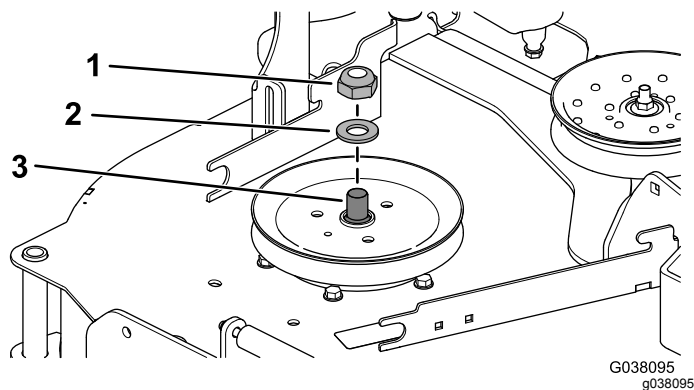

図 27
3. スパナ1½"でスピンドルシャフトを押えながら、ロックナット¾"とワッシャをスピンドルシャフトから外す 図 27。